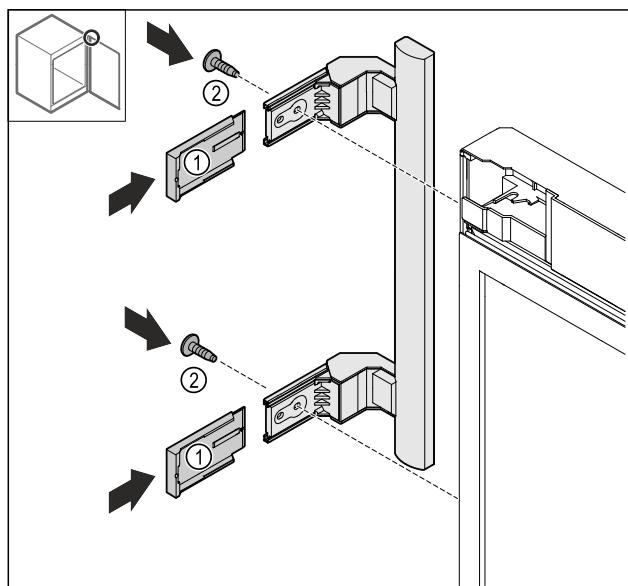

Fig. 25
- Нахлузете капаци Fig. 25 (1).